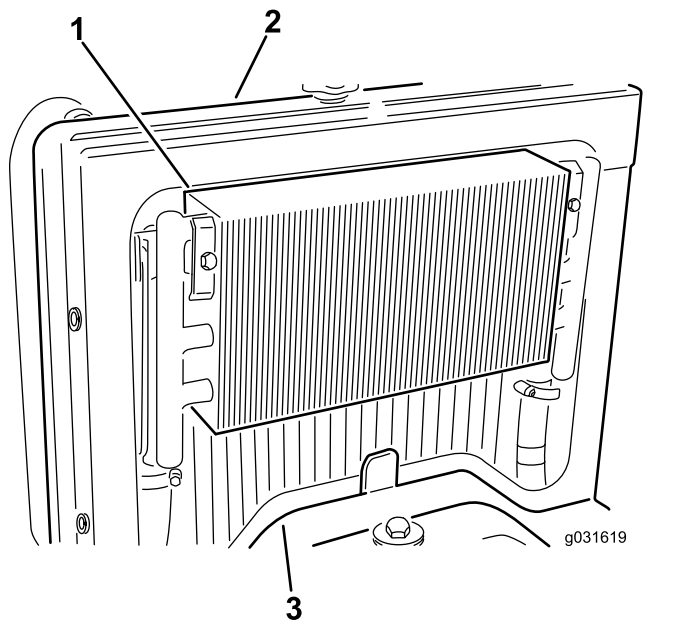

Figura 58
3. Togliete il pannello di accesso (Figura 58).